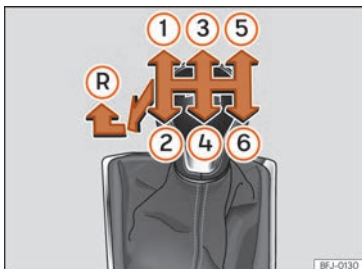

Abb. 164 Schaltschema des 6-Gang-Schaltgetriebes.
Auf dem Schalthebel sind die Positionen der einzelnen Fahrgänge dargestellt »» **Abb. 164**.
- Schalthebel auf Leerlauf stellen und nach unten drücken, ganz nach links und dann nach vorne schieben, um den Rückwärtsgang »» **Abb. 164** **R** einzulegen.